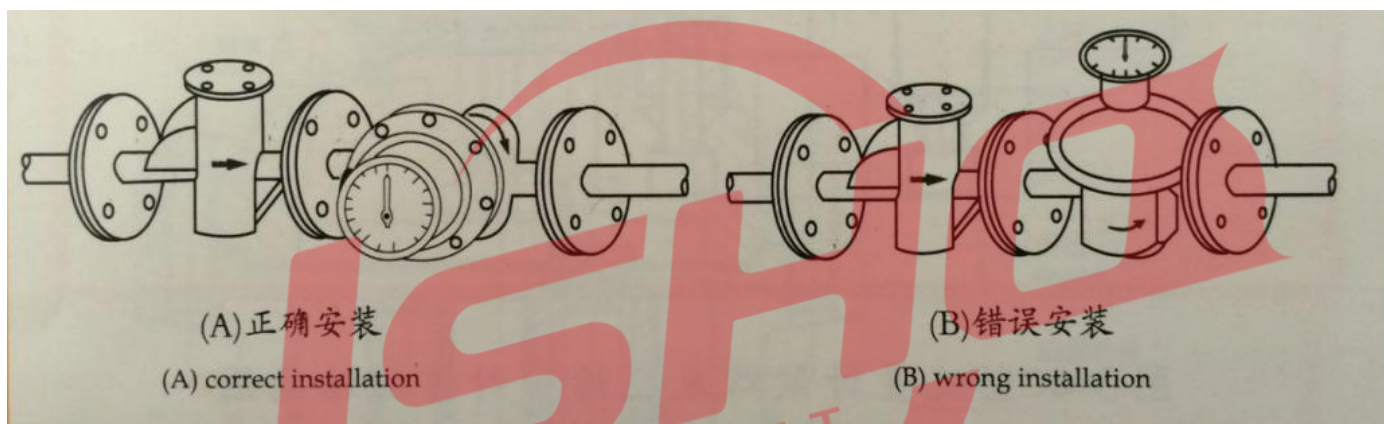

图4 安装姿势 Picture 4 Installation position
1、仪表安装的方向应使仪表壳体上所示箭头方向与液体流动方向一致，安装位置注意便于读数（见图4）